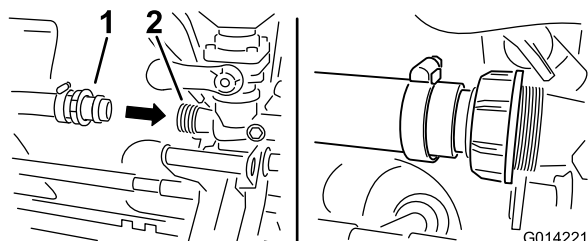

図 24
1. ホースを、エダクタのバルブの前向きの開口部に接続する（図 24）。プラスチック製のナットを使ってホースを固定する。
2. フライナットをエダクタのねじ山に取り付けて締め付け、ホースを固定する（図 24）。